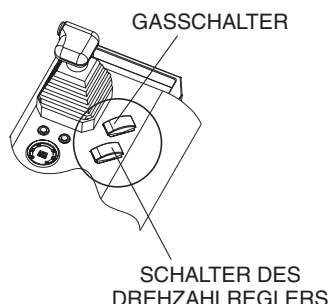

Figure 13. Gasschalter
1. Jedes Drücken des Gasschalters (Figure 13) schaltet von Leerlauf auf Betriebsdrehzahl, sofern die Anwesenheit des Bedieners erkannt wird.